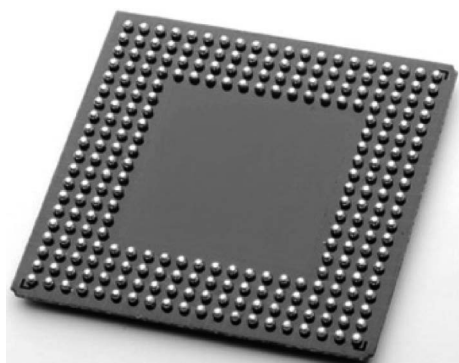

图 3-3 BGA 封装
(3) BGA: 球栅阵列封装技术。该技术一出现便成为 CPU、主板南、北桥芯片等高密度、高性能、多引脚封装的最佳选择,但 BGA 封装占用基板的面积比较大,如图 3-3 所示。虽然该技术的 I/O 引脚数增多,但引脚之间的距离远大于 QFP,从而提高了组装成品率,而且该技术采用了可控塌陷芯片法焊接,从而可以改善它的电热性能。另外该技术的组装可用共面焊接,从而能大幅提高封装的可靠性,并且由该技术实现的封装 CPU 信号传输延迟小,适应频率可以提高很大。BGA